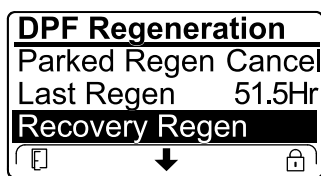

Figura 63
- Si el ordenador del motor no ha solicitado una regeneración de recuperación y se desplaza hasta la opción RECOVERY REGEN (Regeneración de recuperación), la regeneración de recuperación se bloquea y aparece el icono del candado (Figura 63) en la esquina inferior derecha del InfoCenter.